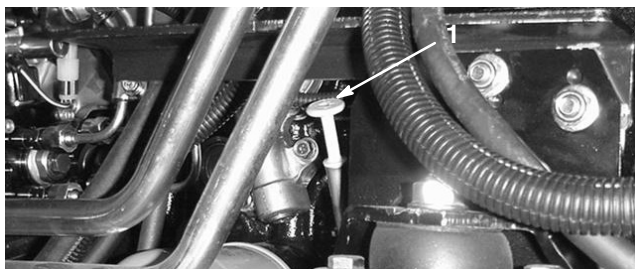

Figure 4
3. Sortez la jauge (Fig. 4), essuyez-la sur un chiffon propre et remettez-la au fond du goulot de remplissage. Ressortez la jauge et vérifiez le niveau d'huile. Si le niveau d'huile est bas, retirez le bouchon de remplissage (Fig. 5). Ajoutez de l'huile du type correct dans le réservoir jusqu'à ce que le niveau se situe entre les trous supérieur et inférieur sur la jauge (Fig. 6). **Ne remplissez pas excessivement.**